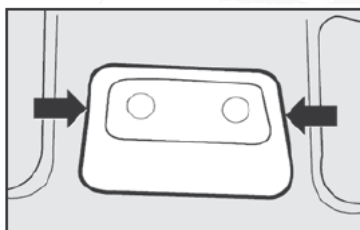

fig. 62
- 1) Utilizando un destornillador en los puntos (fig. 62) quite la consola de todo completa que está fijada a presión.